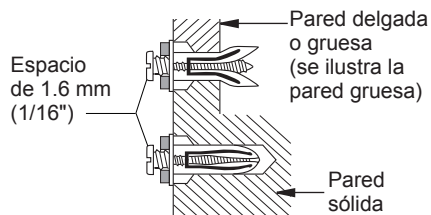

Figura 8 - Forma en que se aprietan los anclajes
5. Apriete dos tornillos hasta dejar un espacio de 1.6 mm (1/16") (el grosor de una moneda) entre la cabeza del tornillo y la pared (consulte la figura 8).